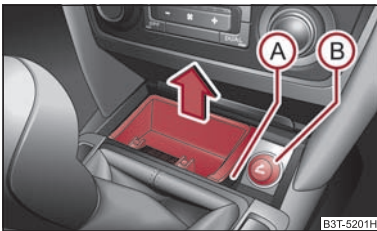
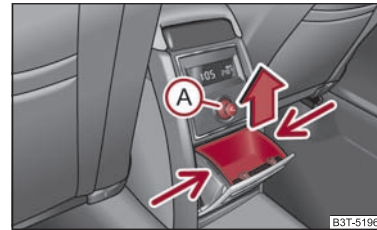

Fig. 102 Consola centrală: Scrumiera față
Fig. 103 Consola centrală: Scrumiera spate
- Apucați scrumiera în punctul (A) ⇒ fig. 102 și scoateți-o în sensul indicat de săgeată.
- Apucați scrumiera de locul marcat cu săgeți ⇒ fig. 103 și scoateți-o.
- Apăsați capătul brichetei (A) ⇒ pagina 95, fig. 103 sau (B) ⇒ pagina 95, fig. 102.